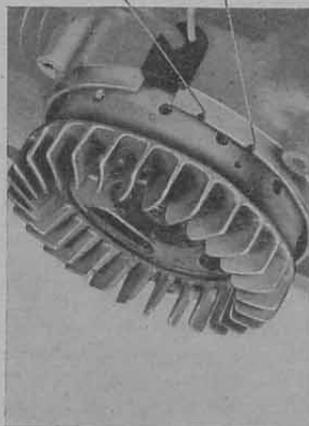

Abbildung 6:
25. **Kontrolle der Zündeneinstellung:** Vorzündung 21° vor ö.T. – 1,65 mm Kolbenweg. Im Motorgehäuse über dem Polrad sind zwei Kerben vorgesehen, die den oberen Totpunkt und die Vorzündung von 1,65 mm markieren (Abbildung 6).